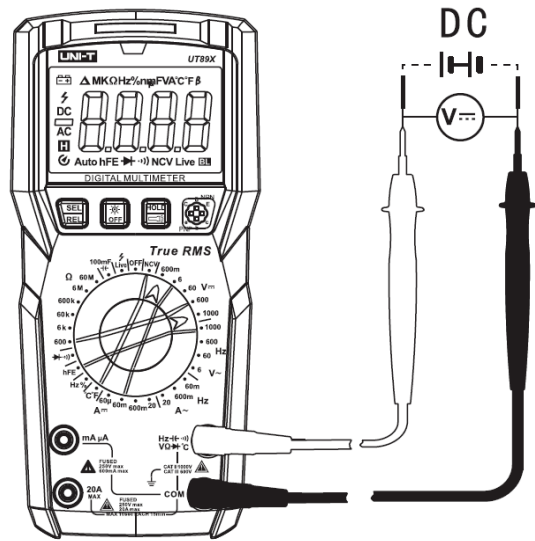

Рисунок 3
9.1 Измерение постоянного напряжения (Рисунок 3)